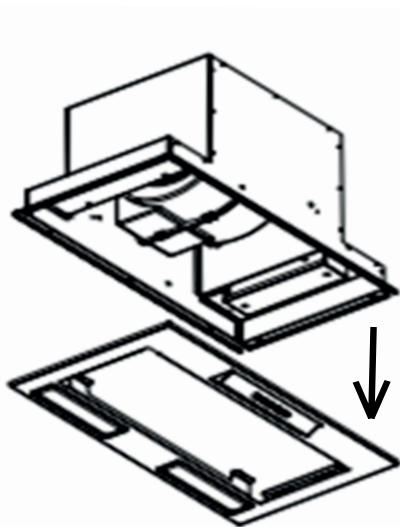

Fig. 6
**Atențiune! Înainte de a instala hota, scoateți mai întâi panoul decorativ inferior 5 Fig.1, așa cum se arată în Fig.6. Pentru a face acest lucru, scoateți filtrul de aluminiu de grosime și deșurubați cele 4 șuruburi. Deconectați firele de la butoane și lumini.**